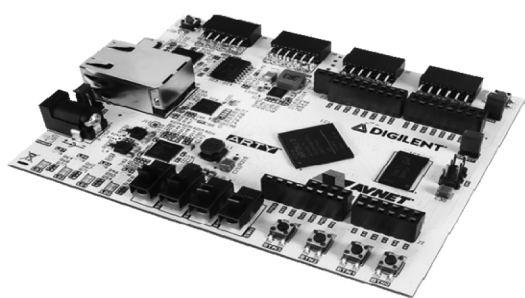

图4 可以配置 RISC-V 软核的 Arty FPGA 开发板
① 芯片设计者可选择 RISC-V 核和 SoC 平台构建自己的芯片。比如,使用 PULPino 平台开发 SoC 芯片,内核使用 RI5CY 和 Zero-riscy,国内企业和高校研究项目都有在使用。
② 建议嵌入式和物联网系统开发者使用 RISC-V SoC 芯片。比如,选择 GD32VF103 系列 MCU 芯片做嵌入式项目开发, GD32VF103 有多款开发板和开发工具链支持。AIoT 应用可以选择 K210, K210 开发软件 SDK 非常成熟,支持 FreeRTOS 和裸机,最近 Linux 5.8 正式将 K210 RISC-V 纳入主线, K210 已经成功应用在人脸识别和智能抄表等机器视觉和机器听觉领域。
③ 高校和研究机构可以选择开源 RISC-V 核在 FPGA 平台上进行计算机体系架构、操作系统、编译技术以及嵌入式系统的教学和研究工作。比如, Arty FPGA 开发板上实现一个 SiFive 开源 Freedom E310 微控制器的技术已经非常成熟,相应软件工具链支持得很好^[9],见图 4。